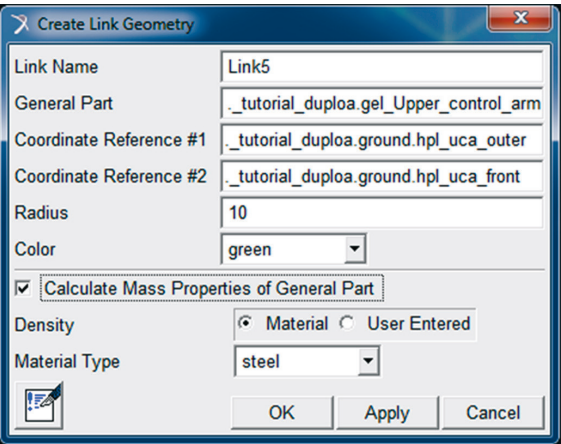

Figura 5.43 – Criação do *Link 5*, associado ao *General Part* criado na Etapa 8.
- Preencha a janela *Create Link Geometry*, de acordo com o especificado na Figura 5.43.